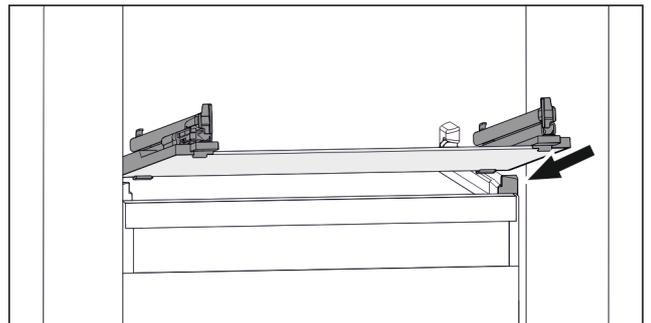

Fig. 111 Beispielhafte Darstellung der Glasplatte
- ▶ Glasplatte schräg hinter den Stoppern aufsetzen. (siehe Fig. 111)